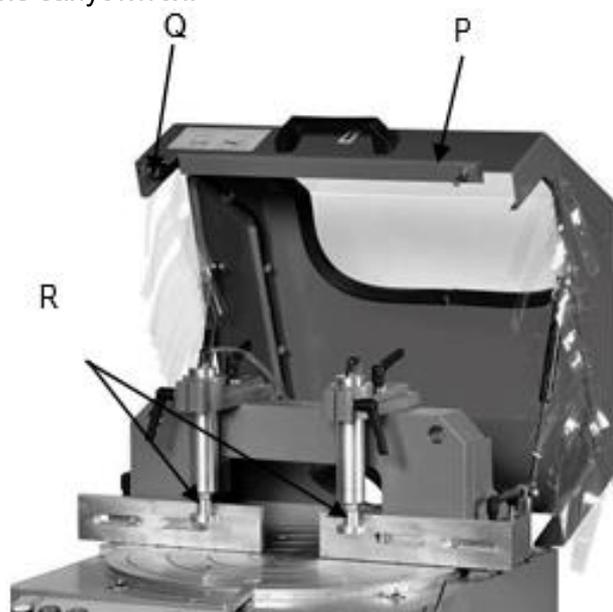

Рис. 6
3. Закройте кожух P (Рис. 6).
Пильный диск начинает резание, только если кожух P (Рис. 6) и прижимы R (Рис. 6) закрыты. Если концевой микровыключатель Q (Рис. 6) нажат (кожух открыт), пильный диск не запустится.